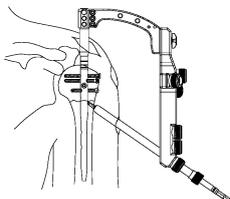
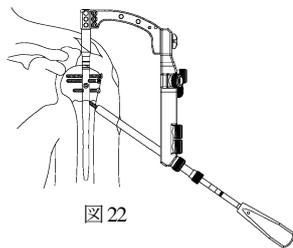

図 21
図 22
- 22) 骨折部をまたいでスクリューを挿入する場合など、骨折部が不安定な状態でスクリューを挿入する場合は、骨折部の再転位に十分注意を払い、必要に応じコーテックスドリル 4.0 で外側皮質を開窓した後（図 21）、ドリリング及びスクリューの挿入を行って下さい（図 22）。ドリルとネイルが干渉しないよう、注意しながらドリリングを行って下さい。